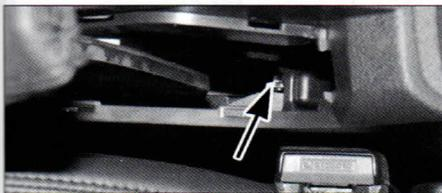

FIG. 10
• Girar el tornillo de reglaje del freno de mano (fig. 10).